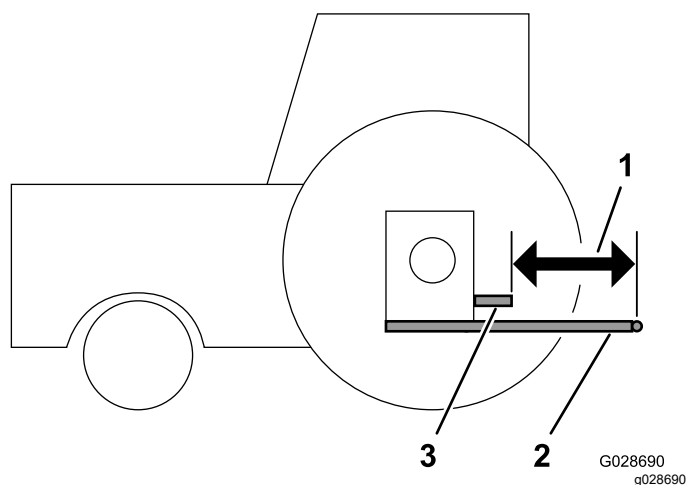

Figura 9
distancia entre los brazos y el extremo del árbol de salida de la TDF (Figura 9).
2. Mida la distancia entre el extremo del árbol de salida de la TDF y el punto de enganche de los brazos de enganche inferiores (Figura 9). Anote aquí la medida: